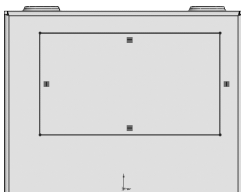

图 14-37 绘制草图 6
21) 单击特征实体的下表面，使其成为草图绘制平面。单击【标准视图】工具栏中的（正视图）按钮，并单击【草图】工具栏中的（草图绘制）按钮，进入草图绘制状态。使用【草图】工具栏中的（直线）工具，绘制如图 14-37 所示的草图。单击（退出草图）按钮，退出草图绘制状态。